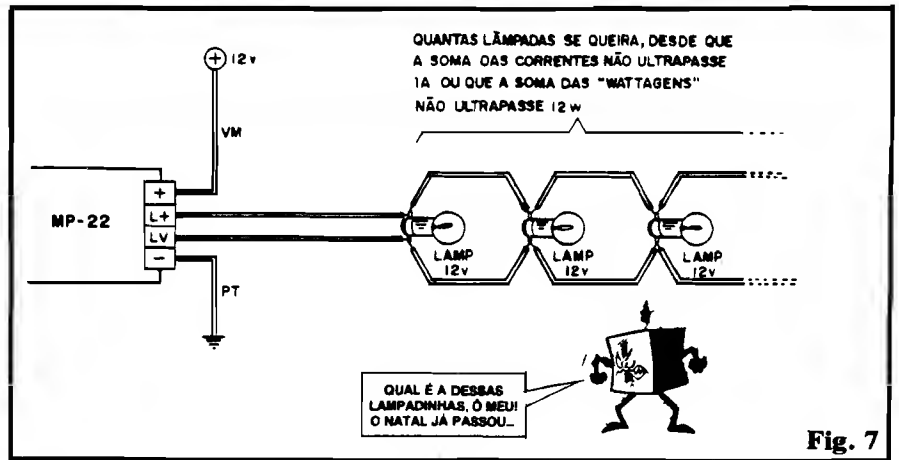

Fig. 7
- **FIG. 7** - Detalhes das conexões de alimentação e às lâmpadas controladas... Quanto à alimentação, convém usar fio **vermelho**
tal sistema seja também usado para conexões de várias lâmpadas, desde, obviamente, que elas estejam dispostas relativamente longe do circuito de controle... Observem que as conexões de alimentação (aos óbvios pontos "+" e "-") permanecem conforme explicado anteriormente (fig. 7).